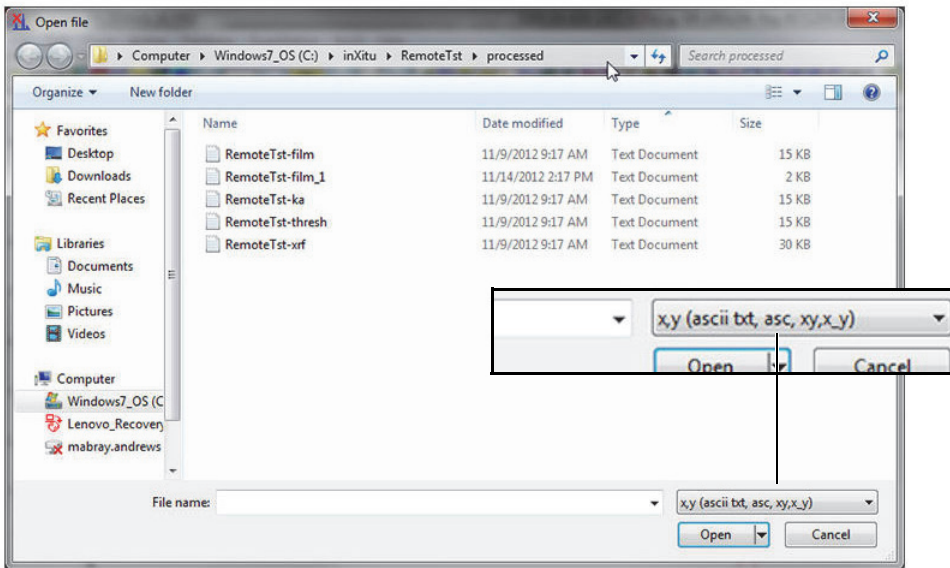

Abbildung C-3 Öffnen des Dialogfelds Öffnen
2. In der Dateitypliste ändern Sie den Namen zu **x,y (ascii.txt, asc, xy,x_y)** [Abbildung C-3 auf Seite 96].